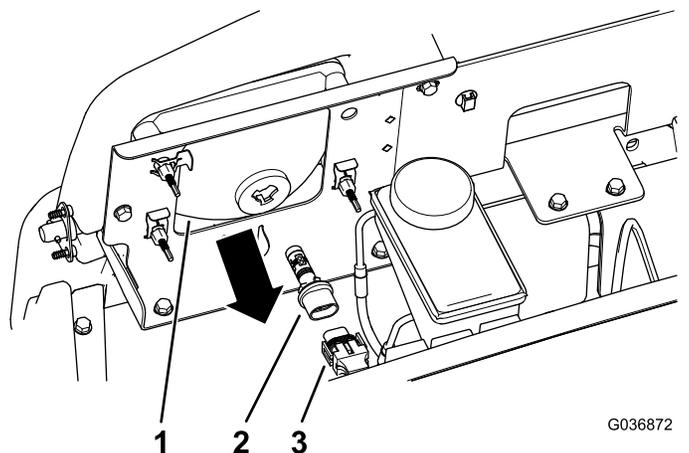

图 54
3. 从大灯外壳后面灯总成的接头断开线束的电气接头 图 54。
4. 将灯总成逆时针旋转 $\frac{1}{4}$ 圈然后向后移动移出大灯外壳 图 54。
5. 插入新灯总成和大灯外壳将灯总成上的标签与大灯外壳中的槽对齐 图 54。
6. 将灯总成顺时针旋转 $\frac{1}{4}$ 圈进行固定 图 54。
7. 将线束的电气接头与新灯总成的接头连接 图 54。